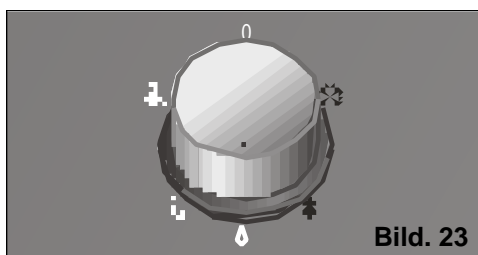

Bild. 23
- Välj funktionen för luftavfuktning med hjälp av funktionsväljaren, Bild 23.